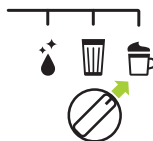

Fig. 27: Réglez le sélecteur en position Cappuccino.
- Réglez le sélecteur en position Cappuccino (voir **Fig. 27**).